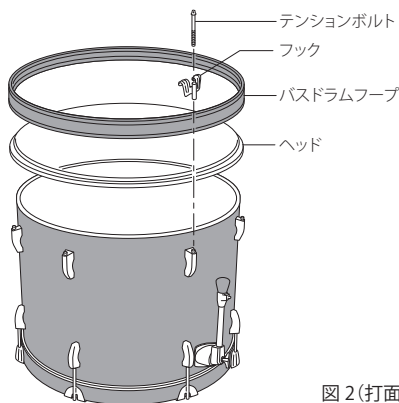

図2(打面側)
3. 次にバスドラムの打面側を上にして、フロント側と同様、ヘッド、フープをシェルの上にかぶせ、テンションボルトをフックを通してラグのラグナットにネジ込んでヘッドにテンションをかけます(図2)。